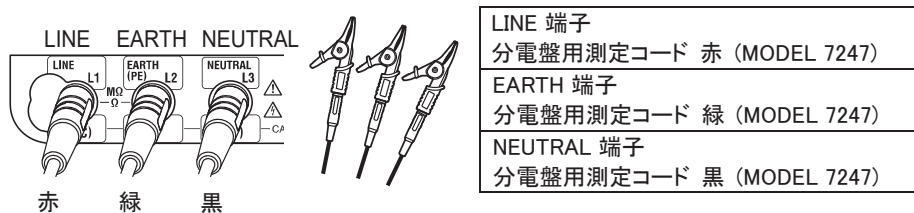

Fig. 9-1
- (1) 電源スイッチを押し、本製品の電源を入れます。ロータリースイッチを回して、電圧ファンクションの位置にセットします。
- (2) 下図のように測定コードを本体と接続します。(Fig. 9-1)